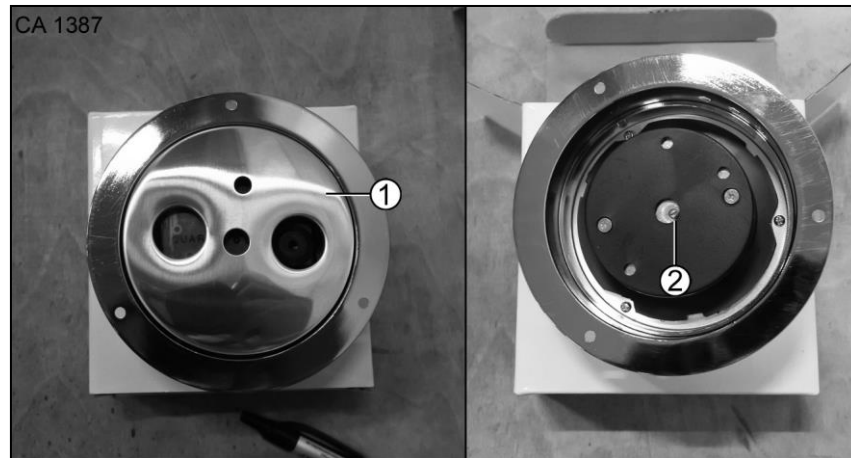

Fig. 193 Baromètre
2. Enlever le recouvrement (Fig. 193/1) sur la face arrière du baromètre.